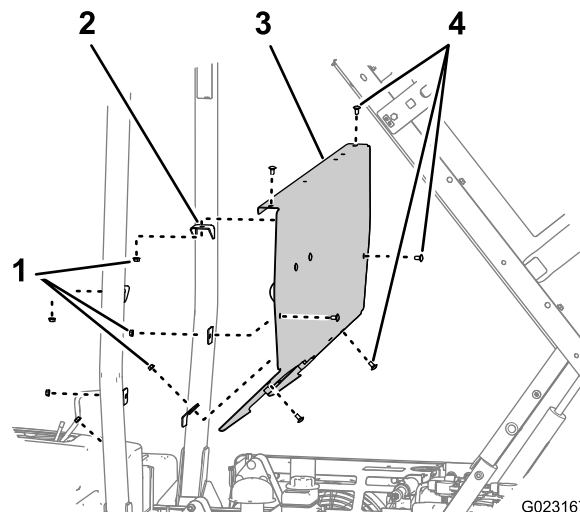

図 10
1. ROPSバーについているブラケットにROPSパネルを固定しているキャリッジボルト6本とナット6個を取り外す 図 10。
2. 機体からROPSパネルを外す 図 10。